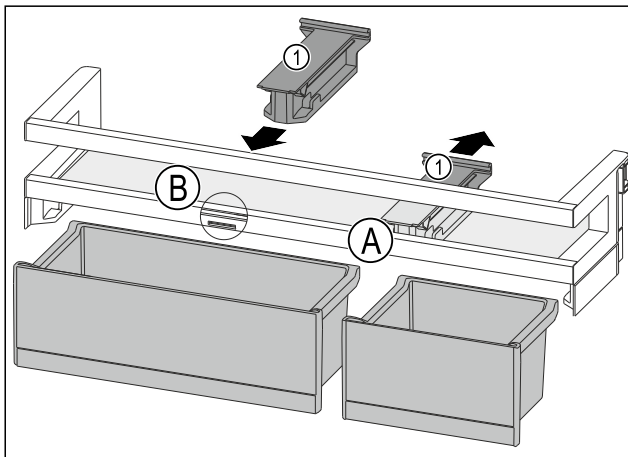

Fig. 174
- Halteteil Fig. 174 (1) in Position Fig. 174 (A) nach hinten abziehen.
- Halteteil Fig. 174 (1) in Position Fig. 174 (B) einsetzen.